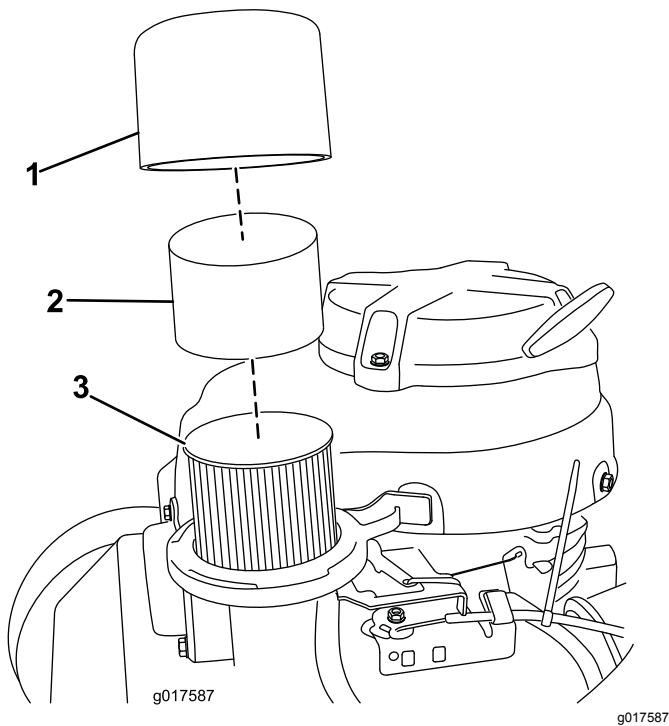

Рисунок 20
3. Снимите крышку и тщательно очистите ее (Рисунок 20).
4. Снимите фильтр предварительной очистки из вспененного материала и промойте его в воде с мягким моющим средством, затем осушите промокающим (Рисунок 20).
5. Снимите и осмотрите бумажный элемент фильтра (Рисунок 20) и удалите его в отходы, если он сильно загрязнен.